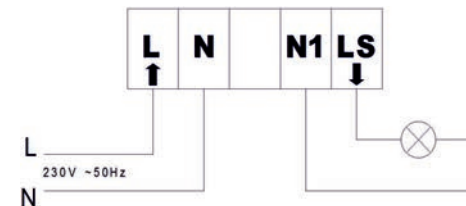

FIG. 5
6. Conecte los cables de acuerdo al esquema de conexión (Fig. 5).